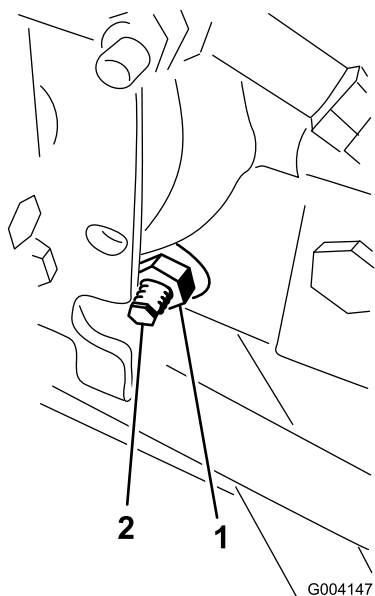

Figura 64
3. No lado direito do hidrostato, solte a porca de bloqueio no excêntrico de ajuste da tração (Figura 64).